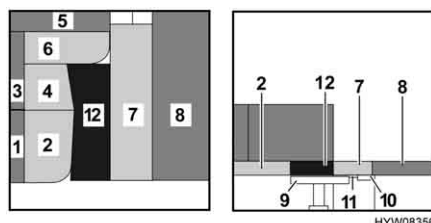

Fig. 85 Dopo la trasformazione
- Appoggiare affiancati tra loro il cuscino dello schienale (Fig. 85,8) e il cuscino (Fig. 85,7) del divano.
- Posizionare il cuscino aggiuntivo (Fig. 85,12) tra i cuscini del divano (Fig. 85,2, 4 e 7).